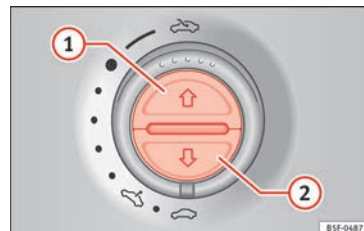

Bild 138 På det inre takfodret: knappar för soljalusierna.
Öppna komplett (automatisk funktion)	Tryck snabbt på knappen » bild 138 ①.
- *Soljalusier:* Inom fem sekunder efter att klämskyddsfunktionen har aktiverats trycker du på knappen » **bild 138**  tills solskyddet stängs helt.